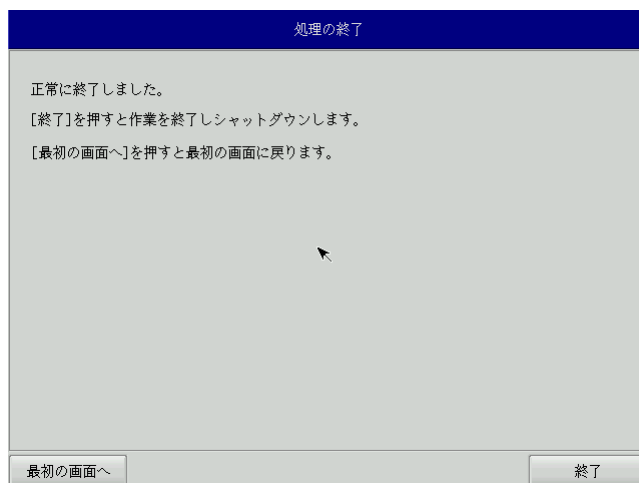

図 5-2-8. 終了画面
- ⑬ 終了画面（図 5-2-8）が表示されるとバックアップファイルの書き込みは完了です。[終了]ボタンを押して電源を落とし、リカバリ USB メモリ、保存メディアを外します。